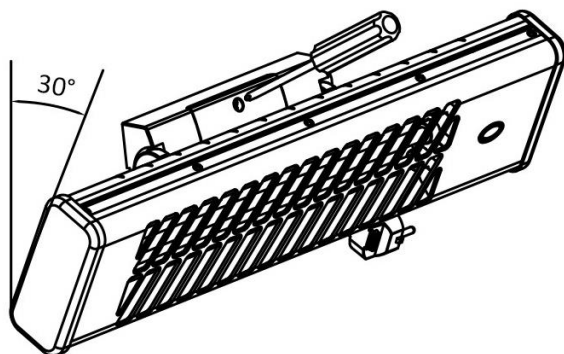

Fig. 1
1. Allentare e rimuovere le viti sulla parte superiore e inferiore del supporto a parete. Rimuovere la copertura del supporto a parete dalla parte superiore del radiatore (Fig. 1 e 2).